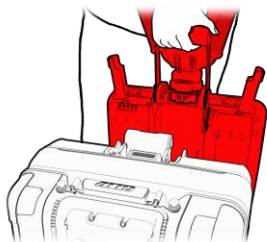

Figura 55
- Coloque el chasis trasero verticalmente. Sostenga el chasis delantero por el manillar y llévelo hacia el chasis trasero (consulte la Figura 55).